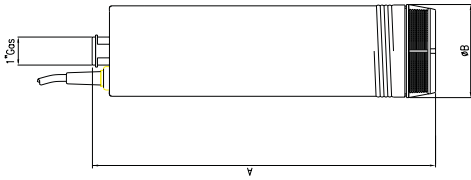
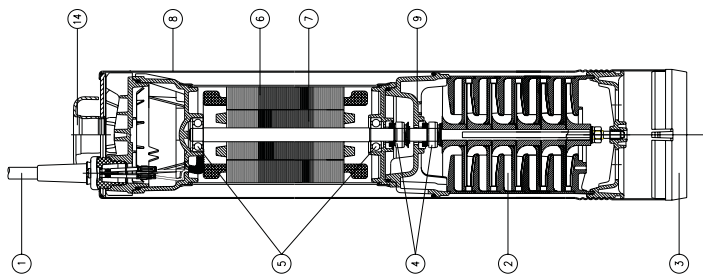

рис. 7
рис. 8
9. Габаритные размеры и материалы (рис. 7 и рис.8)